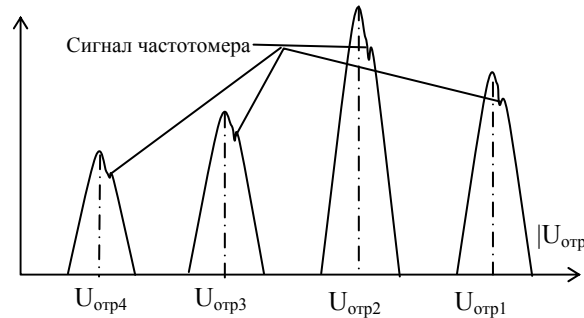

Рис. 2. Сигнал частотомера на зонах генерации
1. Включите блок питания *накала* и *отражателя* клистрона и **примерно через 1 мин. (!)** блок питания *резонатора*. Переключите питание отражателя в режим пилообразного напряжения и отрегулируйте его амплитуду таким образом, чтобы на экране осциллографа наблюдались зоны генерации (рис. 2).
3. Измерьте величины напряжений отражателя $U_{отр,i}$, соответствующие максимумам мощности генерации в каждой зоне (рис. 2).
4. В режиме наблюдения зон генерации вращением ручки частоты частотомера добейтесь, чтобы на осциллограмме зон генерации появился "провал" (рис. 2). Он объясняется небольшим поглощением мощности СВЧ поля резонатором частотомера. Вращением ручки настройки частоты частотомера "прогоните" сигнал частотомера по всей зоне и определите диапазон изменения частоты в пределах зоны генерации клистрона. Убедитесь, что диапазон частот излучения примерно одинаков для всех зон, а максимумы излучения зон приходятся на одну и ту же частоту генерации.